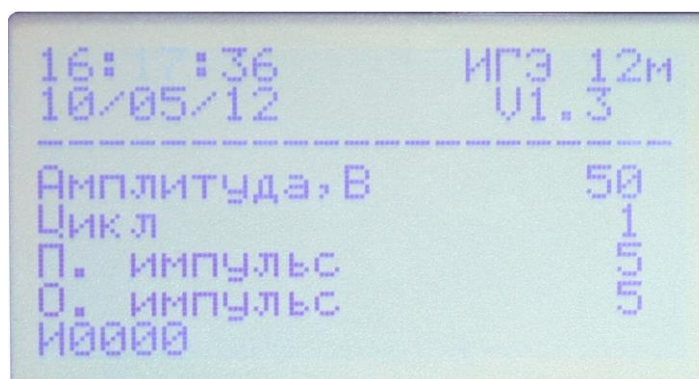

Рисунок 5
7.10. Установка внутренних часов генератора осуществляется в режиме настройки часов, для этого необходимо при включении генератора переключателем «СЕТЬ» удерживать нажатой кнопку «↑». После этого генератор включится в режиме настройки часов (см. рисунок 5). С помощью кнопок «↓» и «↑» можно переключаться между полями установки часов, минут, секунд, дня, месяца и года. Изменить значение в выбранном поле можно с помощью кнопок «+» и «-». Подтверждение установки внутренних часов и переход в режим работы генератора осуществляется нажатием кнопки «ПУСК/СТОП». Отмена установки – выключение генератора переключателем «СЕТЬ».